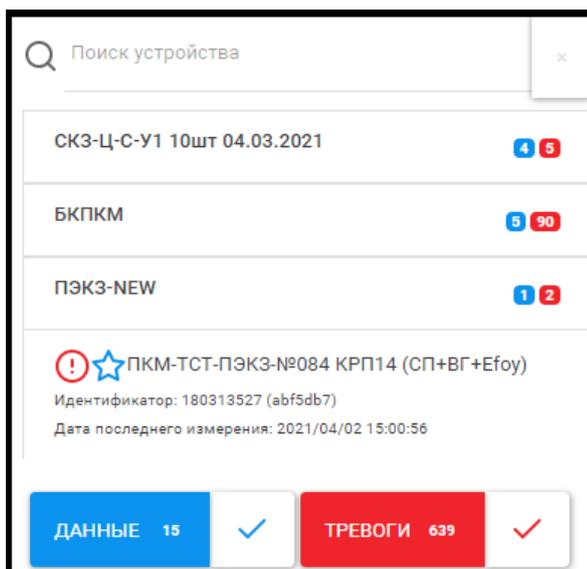

Рисунок 27 – Активация фильтров «Данные» и «Тревоги»
3.5.5.4 При нажатии на обе кнопки включатся оба фильтра, в результате чего в списке устройств останутся только те группы, которые содержат устройства со значками «новые данные» и «тревожные данные» вместе (рисунок 27).